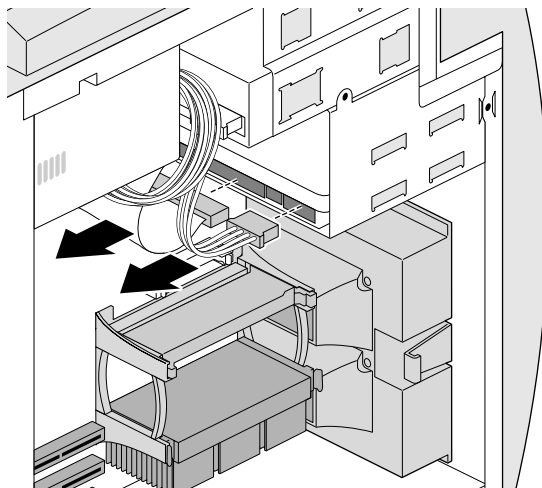

Figure 4-15 Déconnexion des câbles d'un disque dur interne
4. Déconnectez les câbles à l'arrière du lecteur ou des lecteurs (si vous en avez installé deux), comme indiqué à la Figure 4-15.